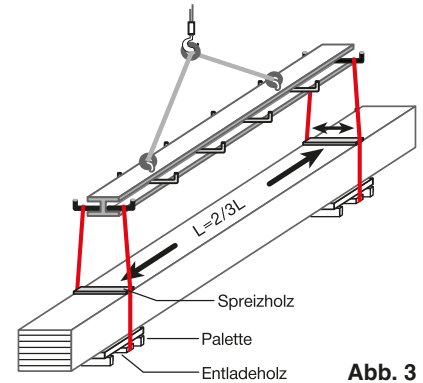

Abb. 3
4. Gurte im **Abstand von 2/3 der Paketlänge durch die Paletten führen** (Abb. 3)
5. Für Pakete über 10 m Länge immer einen **Lastenhebezug** verwenden (Abb. 3)